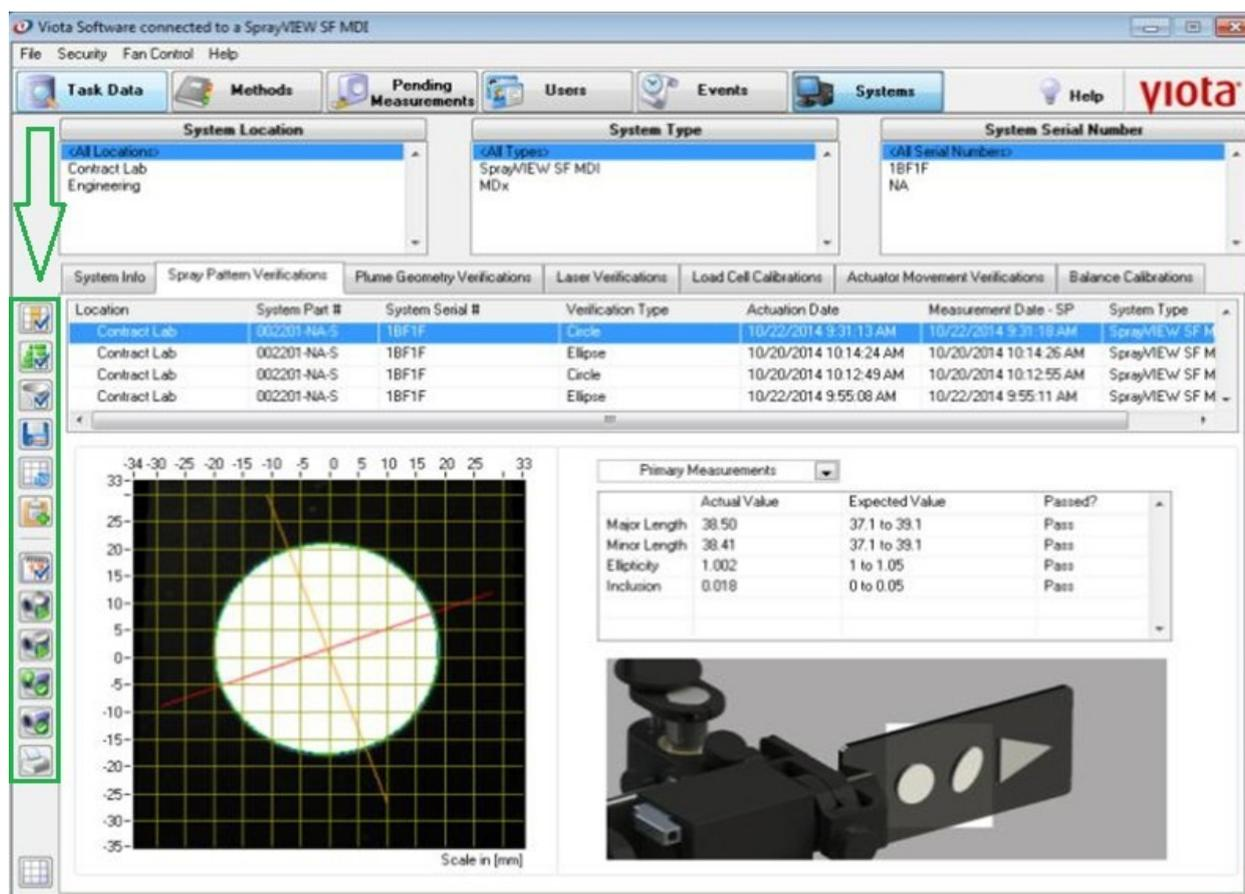

Figura 49. Guia de verificação do padrão spray/pulverização. Visualização de aprovações da verificação do padrão spray/pulverização.
- Clique no botão *Approve Image Verification* e aprove a verificação de imagem conforme Figura 49, e quando solicitado o usuário insira seu registro eletrônico com o clique na assinatura. Assim que um registro de verificação do padrão de pulverizador for aprovado, uma marca de aprovação aparece a esquerda da primeira coluna. Filtre os registros de verificação do movimento do atuador alternando os
- Clique no botão *Show Only Approved Image Verifications* para ver apenas verificações de imagens aprovadas, conforme Figura 49.
- Clique no botão *Hide Approved Image Verifications* para ocultar verificações de imagens aprovadas, conforme Figura 49.
- Clique no botão *Show All Image Verifications* para ver todas as verificações de imagem, conforme Figura 49.